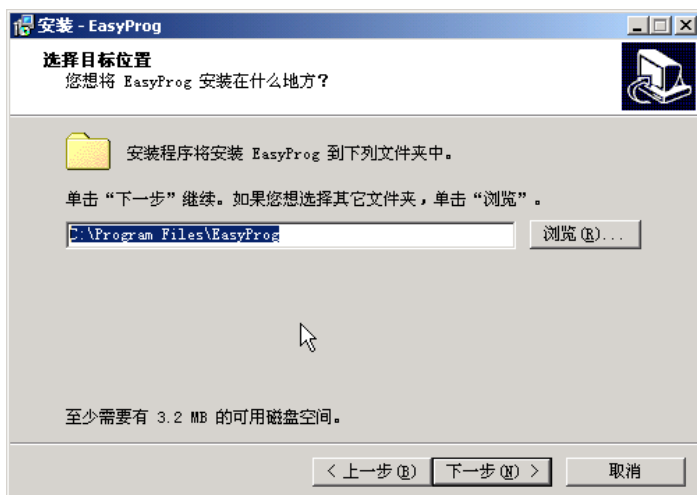

图 2-2
- ① 单击 [下一步], 将确认 EasyProg 的安装路径。用户可用使用默认路径, 也可以对其进行修改, 如图 2-2。